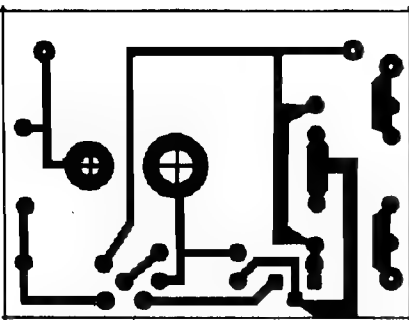

Fig. 2
- FIG. 2 - CIRCUITO IMPRESSO ESPECÍFICO - O **lay out** é simples, descomplicado, "descongestionado", porém exige rigorosa precisão nas dimensões e posições, principalmente dos furos de fixação e demais "ilhas"... A cópia feita pelo Leitor/Hobbysta deve seguir precisamente o diagrama (em escala 1:1) já que o menor "desvio" ou modificação em dimensões específicas, poderá obstar o perfeito "casamento" mecânico com o "rabo" do interruptor momentâneo ao qual a EK vá ser acoplada. Observem que os dois círculos maiores (ambos contendo uma "cruzeta" de demarcação do centro geométrico de fixação...) destinam-se justamente à fixação à traseira do **push-button**